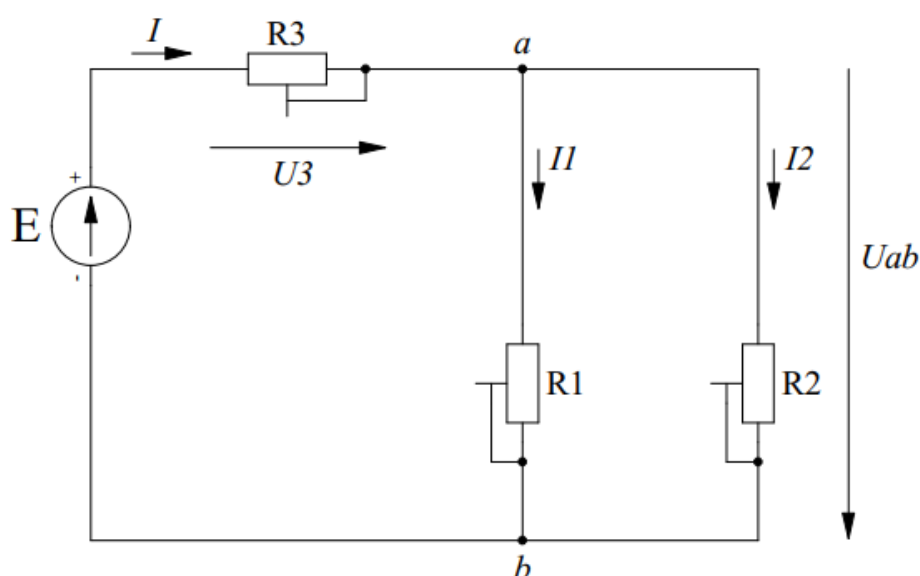

Рисунок 6
3.1. Соберите схему, изображенную на Рис.6., добавив в неё необходимые измерительные приборы.